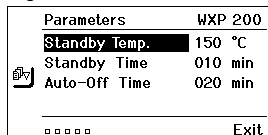

Fig. 12
2. Selezionare una voce di menu tramite il pulsante con rotella (**5**). La selezione verrà evidenziata su sfondo nero (ad es. "Temp. stand by", vedere Fig. 12).